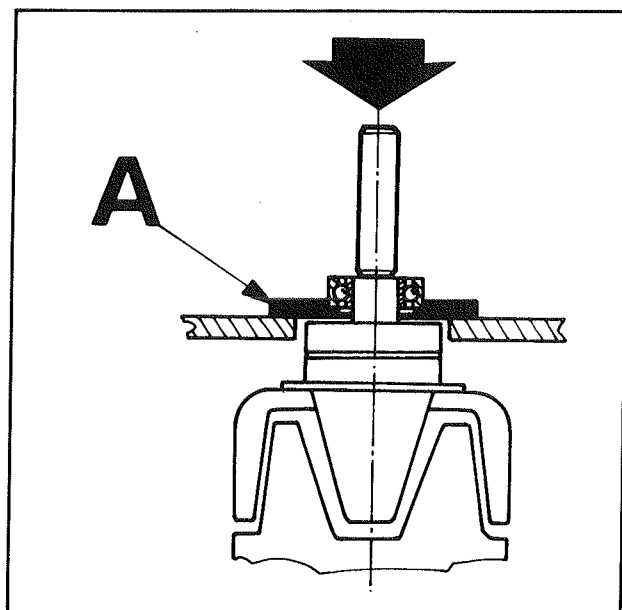

Fig. 3
- Sur rotor déposé, extraire le roulement AR (K) avec un arrache-moyeu ou à la presse, à l'aide de l'outil réf. P.D. 20895 L (A) (fig. 3).